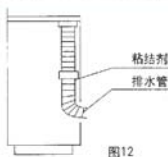

图12
- (2) 排水管应由内向外如图12所示倾斜，以便冷凝水排除。
- (3) 为了防止排水管接口处泄漏，请在接口处使用粘剂，见图12。
- (4) 安装时可根据具体情况来布置管道走向，既可由后板孔内通出，也可在左右侧板或底座相应的孔中通出。